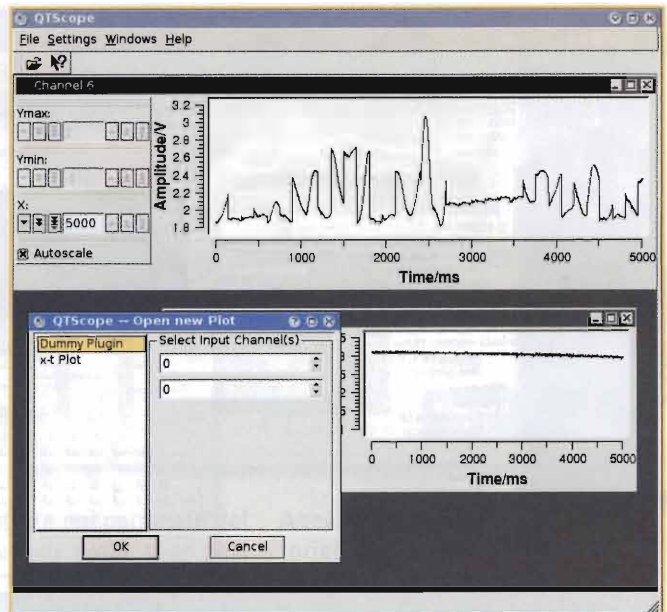

figura 6
5), anziché la tradizionale porta seriale o il bus PCI della gran parte degli apparati di acquisizione; sul sito "http://www.cn.stir.ac.uk/remote_usbdux/" è possibile trovare un esempio di applicazione che pubblica on line dati remoti acquisiti con una interfaccia USB-DUX (giusto per tornare al tema dal quale siamo partiti...), oppure su "<http://www.cn.stir.ac.uk/~mhh1/qtscope/>" (figura 6, pagina seguente) dove trovate un esempio di oscilloscopio. I driver per queste unità sono sviluppati in aderenza alle specifiche del framework COMED1 (nota bibliografica numero 13), così da poter essere compatibili con Linux ma anche lavorare con gli "standard" de facto, come il già citato LabView. Particolarità interessante è che tutto il firmware e i driver sono rilasciati in licenza GPL, il che significa che sono liberamente modificabili (nel rispetto della medesima GPL) e ovviamente aperti, ai fini didattici non si può chiedere di più.